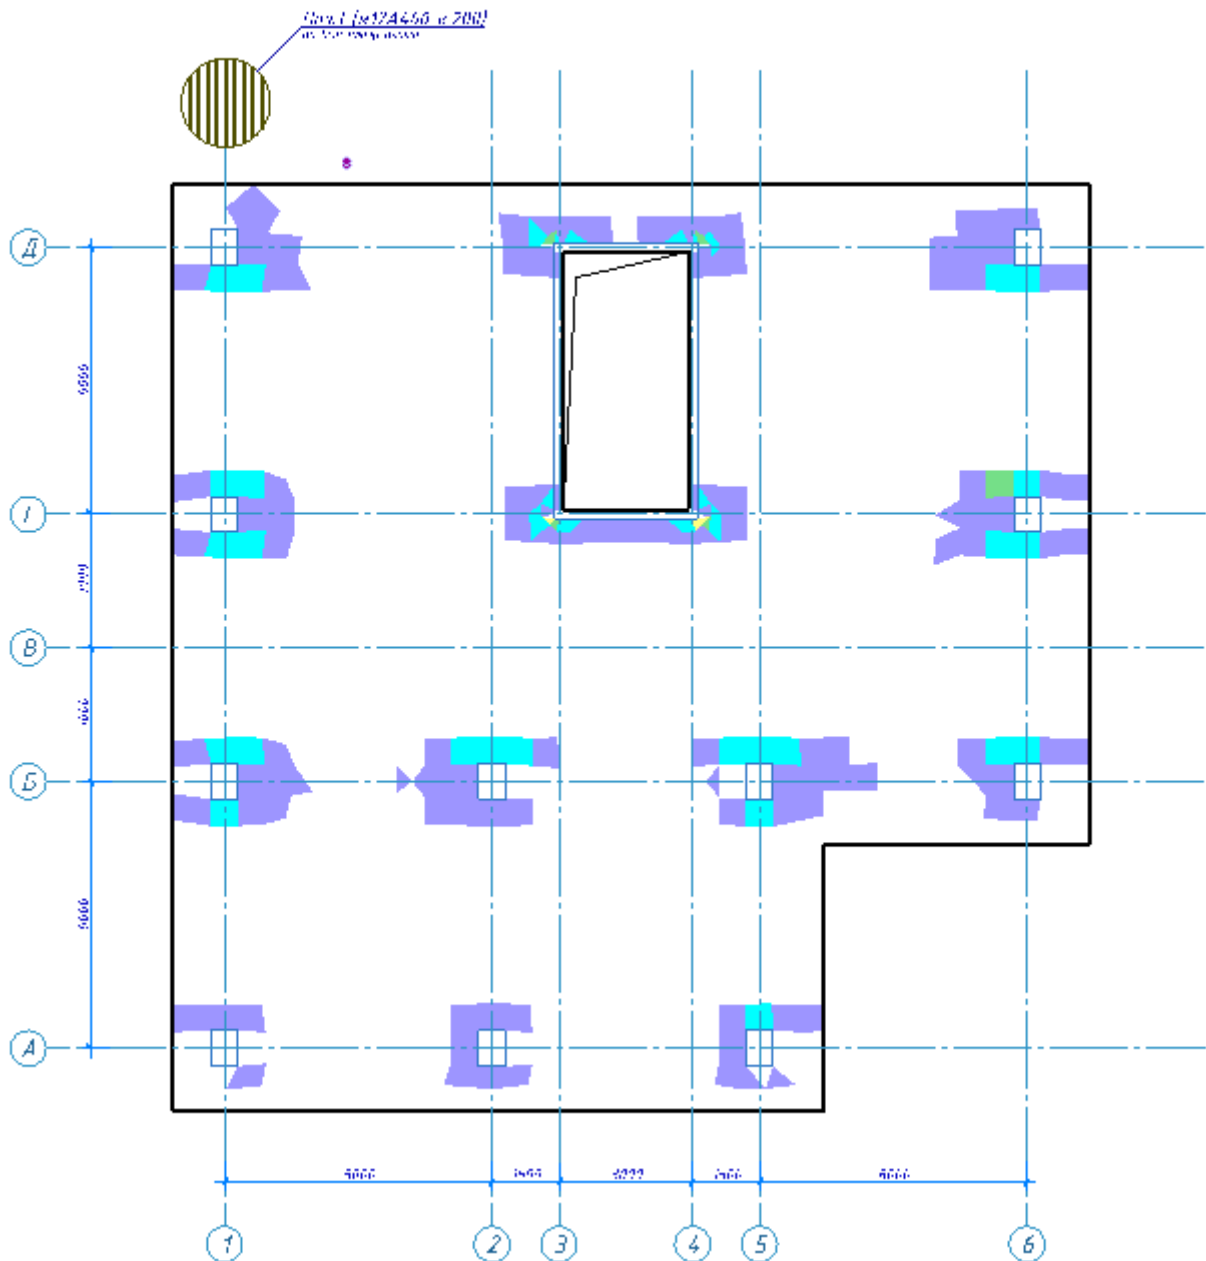

Рис. 23.48. Мозаїка площ армування біля верхньої грані плити уздовж осі Y.
- Опалубочне креслення плити перекриття з результатами армування у вигляді мозаїки буде виглядати наступним чином (рис. 23.48)